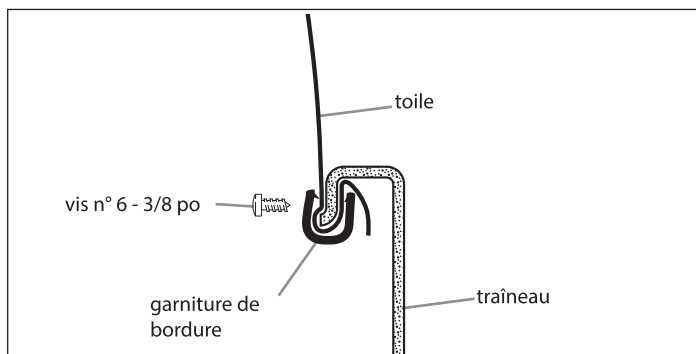

FIGURE 6
Fixer la garniture de bordure avec les douze (12) vis à tôle n° 6 x 3/8 po fournies. Une visseuse avec un embout à tête Phillips est conseillée, mais pas indispensable, pour cette étape. **VOIR FIGURE 6**